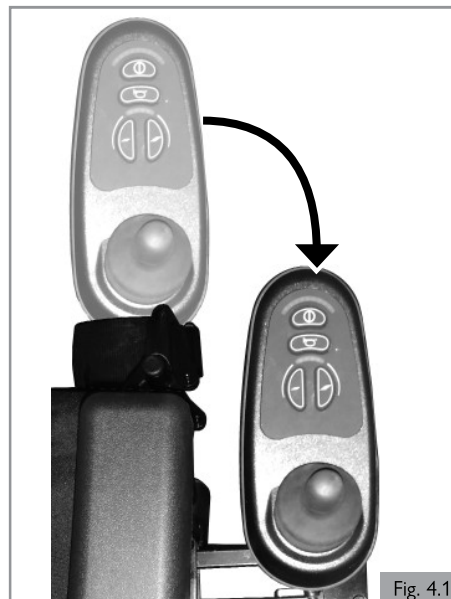

Fig. 4.1
- Cuando esté usando la oscilación paralela, use la silla de ruedas únicamente a una velocidad baja y maniobrable. (Fig. 4.1)